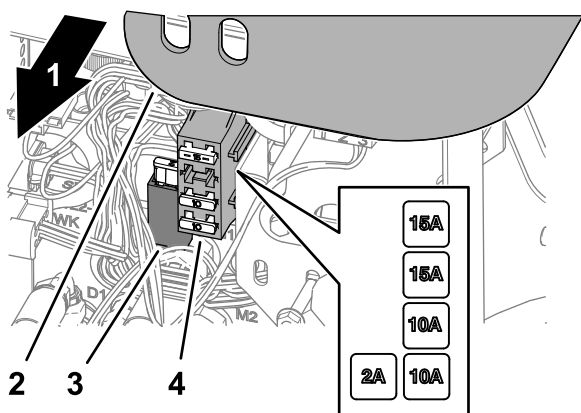

Figura 73
2. Retire la cubierta del brazo de control (Figura 73).
3. Localice el fusible fundido en el portafusibles o en el bloque de fusibles (Figura 73).
5. Monte la cubierta en el brazo de control (Figura 73).